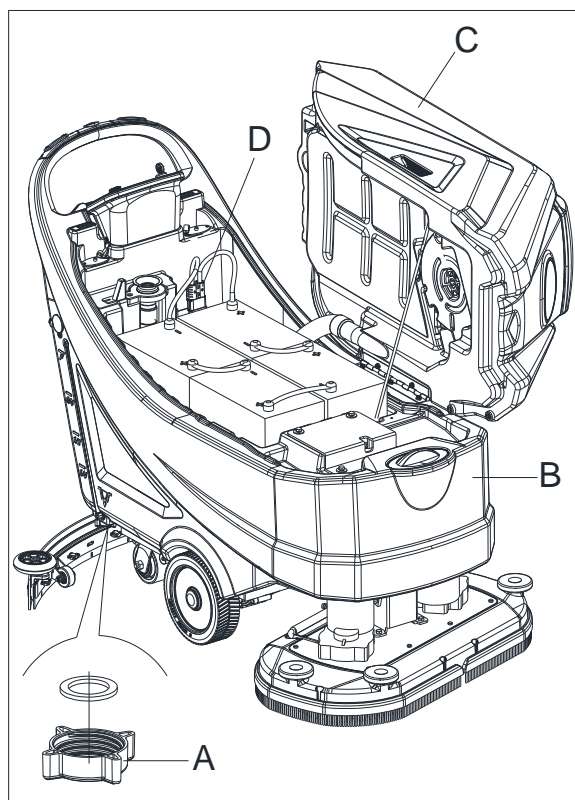

Figura 18
1. Esvazie o tanque de solução através da saída (A, Figura 18). Quando terminar, limpe o tanque com água limpa.
4. Esvaziar os tanques (B e C, Figura 18) como mostrado no parágrafo anterior.